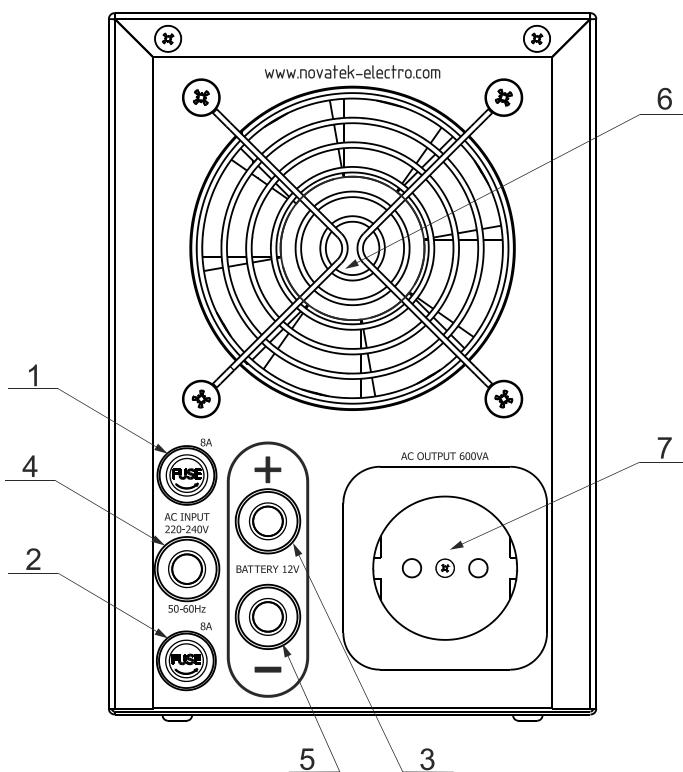

Рисунок 2 – Задняя панель ИБП
2. Подключите ИБП к силовым клеммам АКБ (АКБ приобретается отдельно) с помощью проводов (3 и 5 см. рис. 2), соблюдая полярность: красный провод к плюсовой клемме, черный (синий) к минусовой клемме.
- ИБП начнёт работу (на розетке выхода 7 (см. рис. 2) появится напряжение).
- К выключенному ИБП подключите устройства - потребители. Для этого вставьте вилку нагрузки в розетку 7 (см. рис. 2) ИБП.
- Подключите ИБП к однофазной сети при помощи кабеля подключения 4 (см. рис.2), обязательно с заземлением.